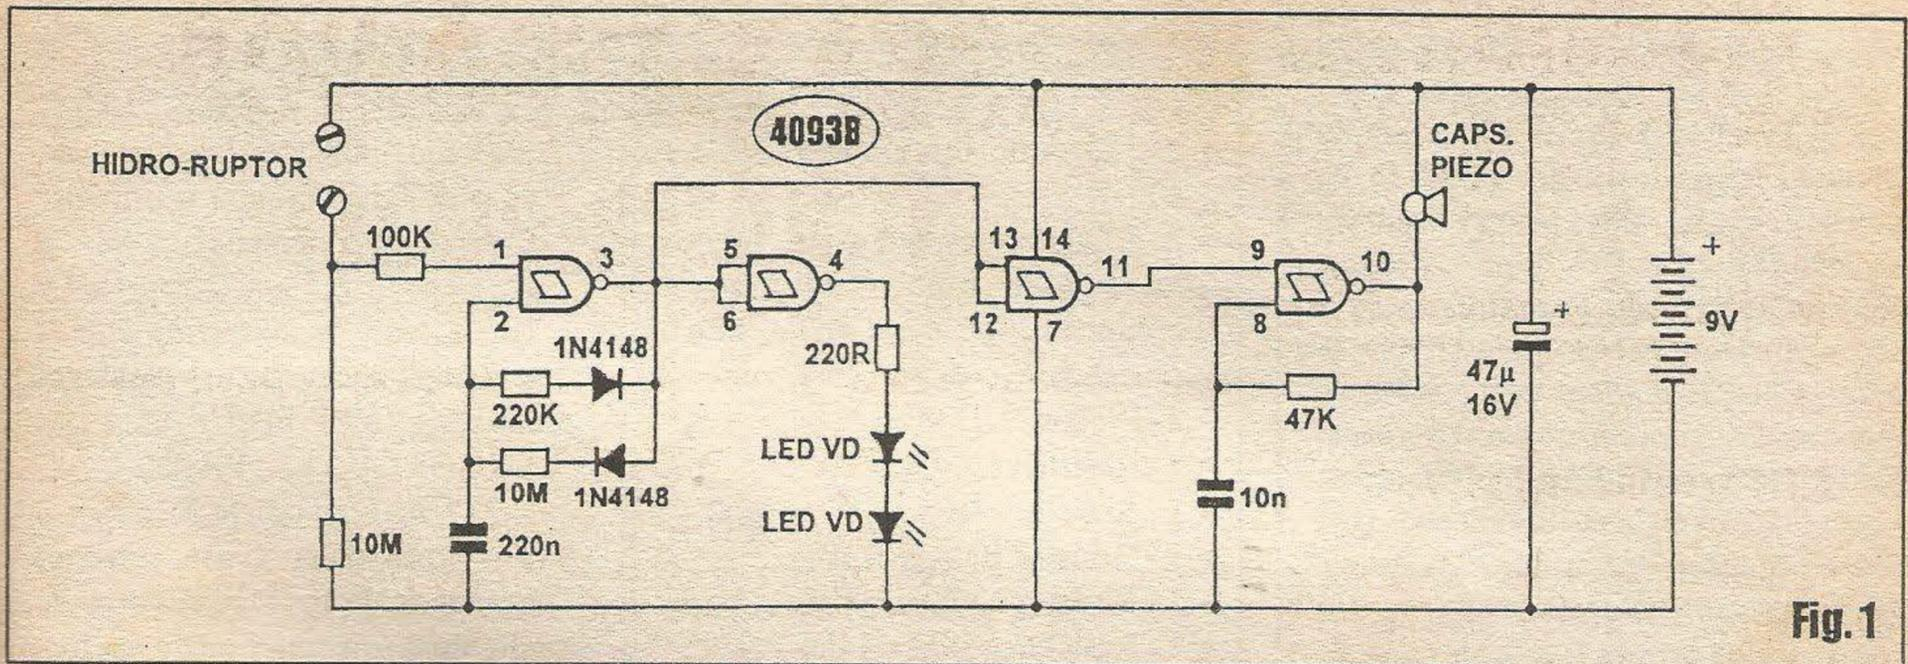

Fig. 1
- FIG. 1 - DIAGRAMA ESQUEMÁTICO DO CIRCUITO - Os 4 gates (tipo Schmitt Trigger, NANDs de duas entradas cada...) contidos em um único e barato integrado digital C.MOS 4093B, executam todas as funções do circuito, que é bastante simples... O gate delimitado pelos pinos 1-2-3 opera em astável de baixa frequência, fortemente dessimetrizado, com geração de pulsos determinada pelos resistores de 220K e 10M (mais os dois diodos 1N4148 que isolam entre si os percursos de carga/descarga do capacitor de tempo, 220n...) de modo a gerar a cada ciclo (em torno de 1 segundo...) um período alto 45 vezes mais longo do que o semi-ciclo baixo... Um segundo gate (dos pinos 4-5-6) é aplicado